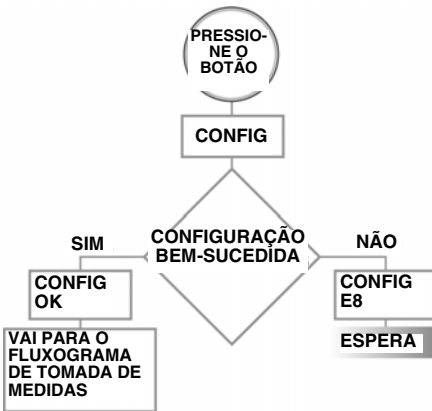

FIG. 4
4. Pressione e mantenha pressionado o botão Exibir (A) novamente para configurar o perfil do TLM no software Pulse.
5. A mensagem “CONFIG OK”, como ilustrado em FIG. 4, página 5, quando o Perfil TLM for registrado no software Pulse.
Caso o Perfil não tenha sido registrado, a mensagem de erro “CONFIG E8” será exibida (Passo 2, FIG. 4).